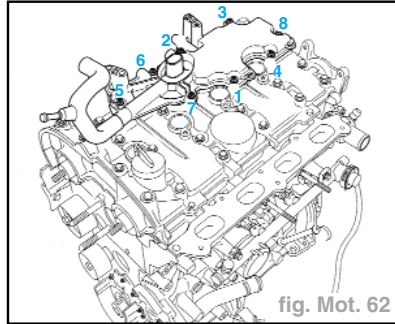

fig. Mot. 62
- Reposer le décanteur d'huile et le serrer au couple de **1,3 daN.m** dans l'ordre préconisé (fig. Mot. 62).